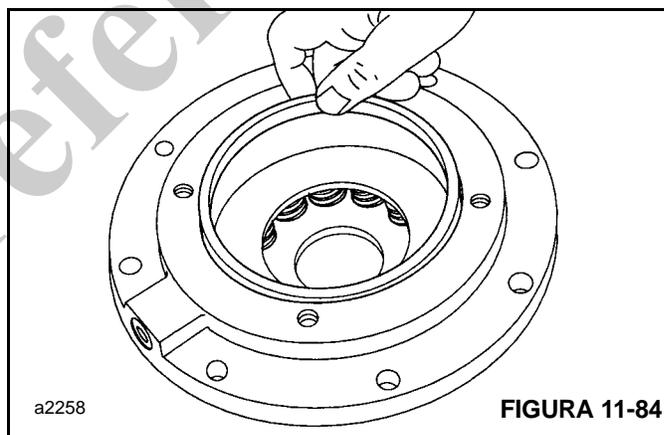

FIGURA 11-84
7. Instale a placa de pressão no cilindro do freio, seguida pelo anel de encosto do pistão (Figura 11-84). O anel de encosto do pistão é justo e pode ser pressionado levemente para um lado para alojar-se no furo do cilindro do freio. Segure temporariamente a placa de pressão e as molas no lugar enquanto abaixa o cilindro do freio sobre o suporte do motor.